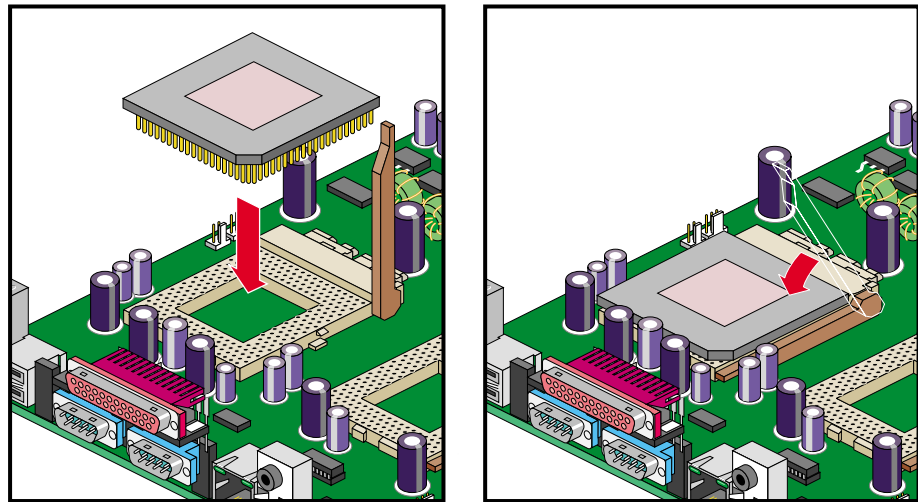

图 3-2 将新 CPU 锁定在插槽中
3. 推下插槽拉杆将新 CPU 锁定在插槽中，如图 3-2 所示。